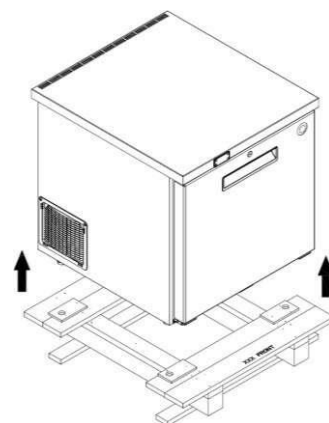

Afb. 1
- Knip de verzendstrip door en verwijder de kartonnen doos (zie afb. 1).